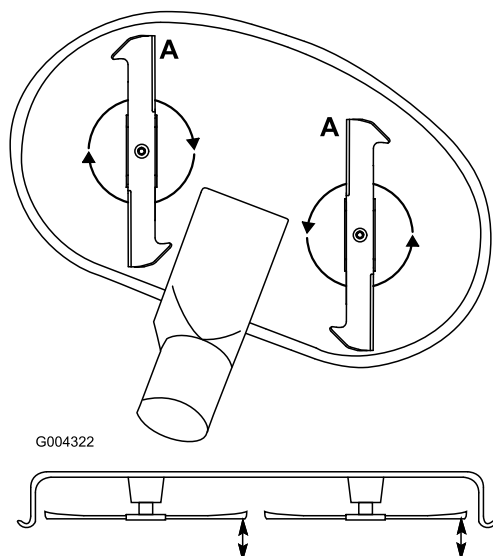

Figure 48
1. Tournez les lames dans le sens longitudinal (Figure 48). Mesurez la distance entre la surface plane et le tranchant (position A) des lames (Figure 48). Notez cette valeur.